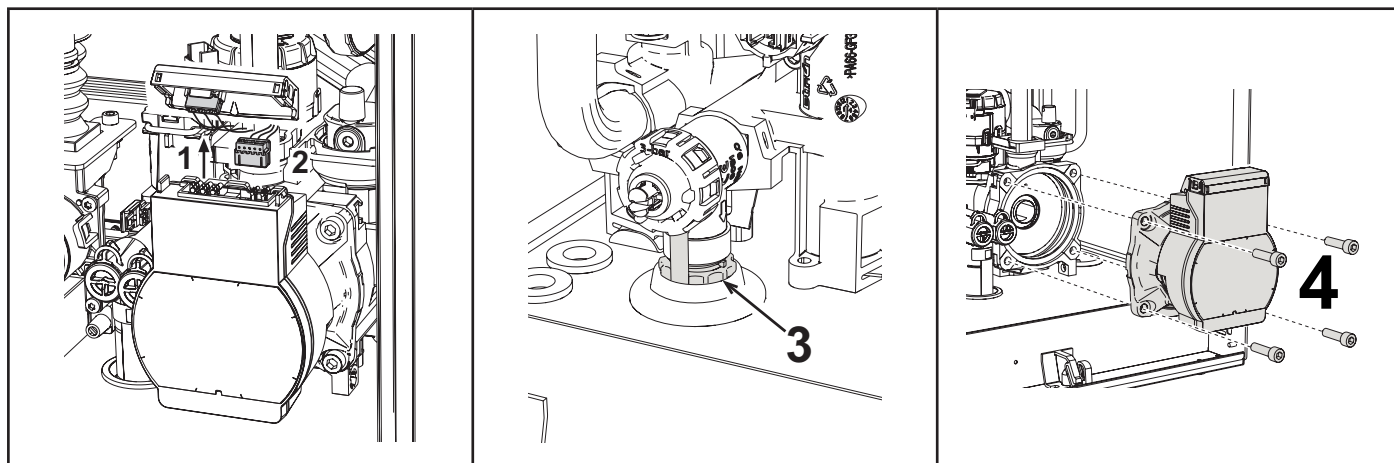

fig. 187 - Sostituzione/manutenzione circolatore
- Sconnettere elettricamente il circolatore sbloccando le connessioni alzando il particolare "1" di fig. 187.
- Svitare e togliere il gruppo motore del circolatore ("4" di fig. 187.)